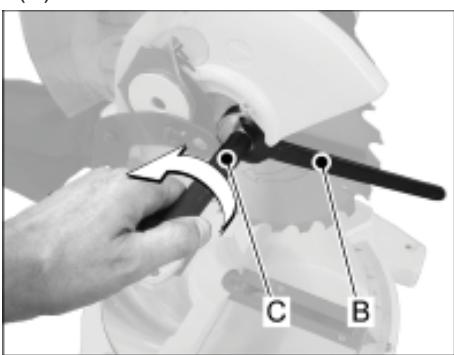

Рис. 12
- Затягніть фланець пилки за допомогою спеціального ключа (В, Рис. 12) та затягніть кріпильний гвинт пилляльного диску за допомогою ключа у комплекті (С).